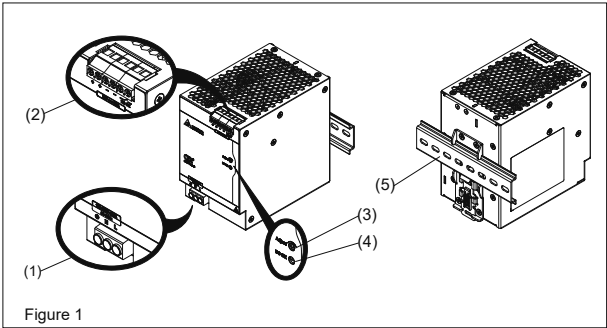

Figure 1
- Gerätebeschreibung (Abb. 1)**
- 4.1. Anschluss der Eingangsklemmen (Abb. 1, Abb. 6)**
Bei Wechselstromeingangsverbindungen müssen die L, N und PE-Anschlüsse am Eingangsklemmenverbinder (siehe Abb. 1(1)) zum Herstellen der Verbindung für 100-240 Vac verwendet werden. Abb. 6 zeigt den Anschluss an die unterschiedlichen Netztypen.
- 4.2. Anschluss der Ausgangsklemmen (Abb. 1 (2))**
Verwenden Sie die Schraubklemmen „+“ und „-“, um den 24 Vdc-Anschluss herzustellen. Am Ausgang stehen 24 Vdc zur Verfügung. Die Ausgangsspannung kann am Potentiometer zwischen 24 und 28 Vdc eingestellt werden. Die grüne LED „DC OK“ zeigt die korrekte Funktion des Ausgangs an (Abb. 1 (4)). Das Gerät verfügt über einen Kurzschluss-, Überlast- und Überspannungsschutz, der auf 35 Vdc begrenzt ist.